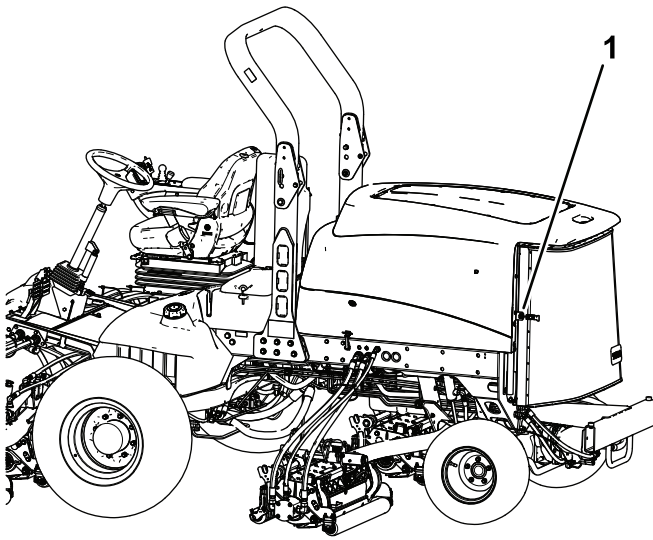

Bild 102
2. Entriegeln und schwenken Sie das hintere Gitter in die geöffnete Stellung (Bild 102).